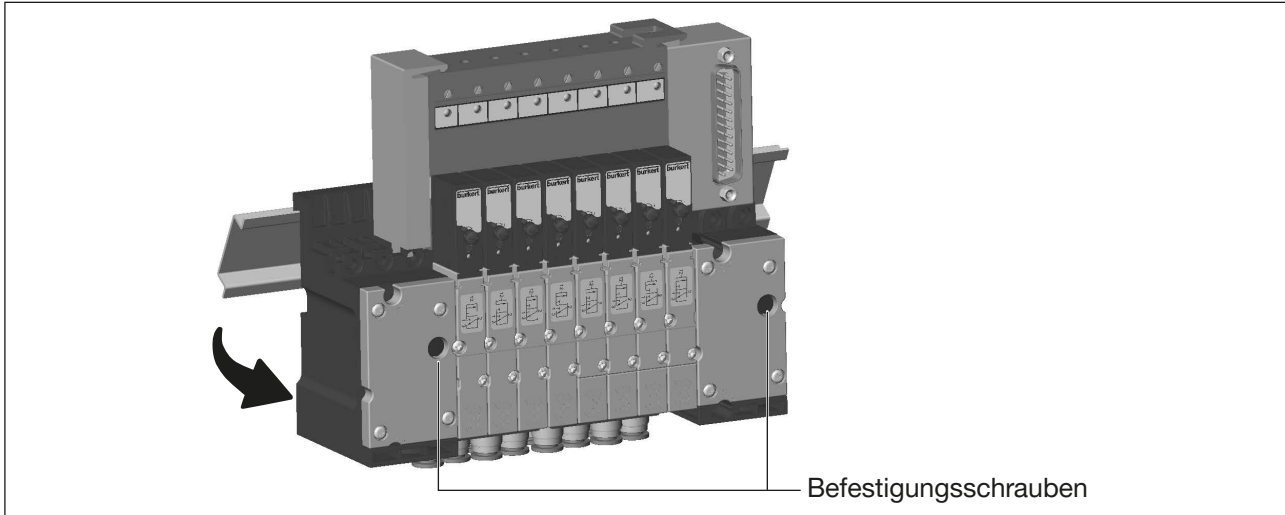

Abb. 81: Ventilblock von Normschiene lösen
- Kontrollieren, ob alle Befestigungsschrauben des Ventilblocks (siehe Abb. 81) beim Drehen gegen den Uhrzeigersinn auf Anschlag stehen.